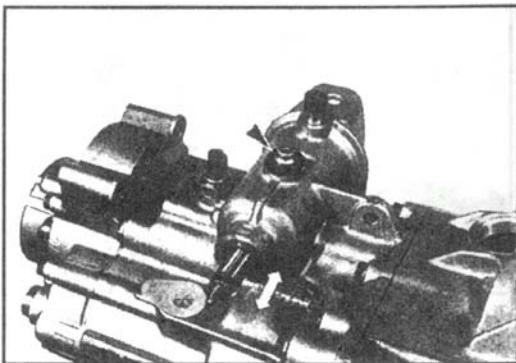

图 4-54 拆卸换档轴（一）
(1) 把总成放置在架子或工作台上，档位于空档（换档轴在图 4-54 箭头方向上运动顺畅），旋下换档定位座总成。